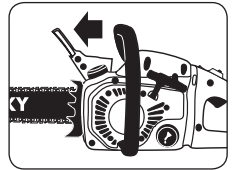

Abb. 7B
2. Die Kettenbremse ist eingekuppelt (Kette ist arretiert), wenn der Bremshebel nach vorne gedrückt ist. Die Kette sollte sich dann nicht bewegen lassen. (Abb. 7B).